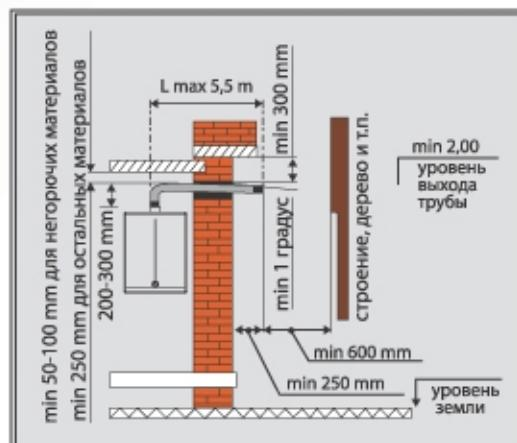

Рис. 15
1. Условия конструктивного исполнения трубы типа "FF" (Рис. 15):
(Рис. 15):